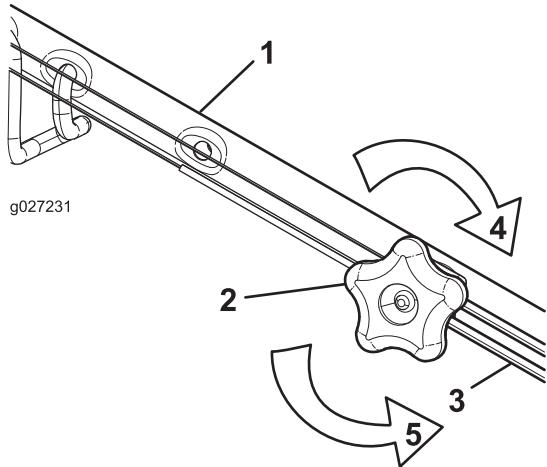

Figura 45
1. Gire el pomo de ajuste en sentido antihorario para aflojar el cable (Figura 45).
2. Ajuste la tensión del cable (Figura 45) tirando del mismo hacia atrás o empujándolo hacia adelante, y sujetelo en esa posición.